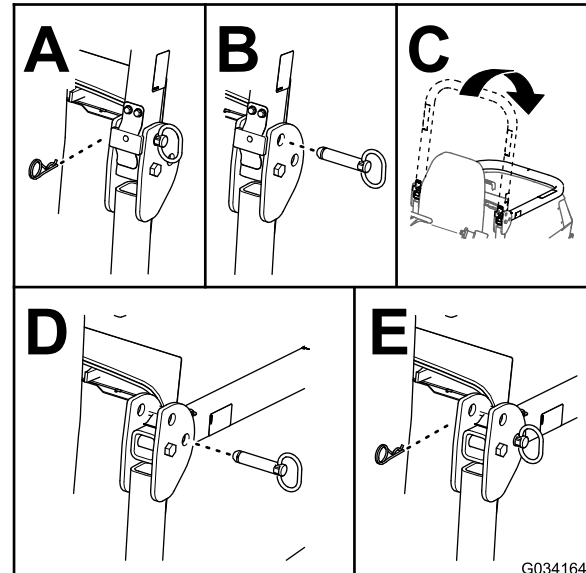

Figure 31
2. Retirez les goupilles fendues et les axes de l'arceau de sécurité (Figure 31).
3. Abaissez l'arceau de sécurité et fixez-le en position avec les axes et les goupilles fendues (Figure 31).